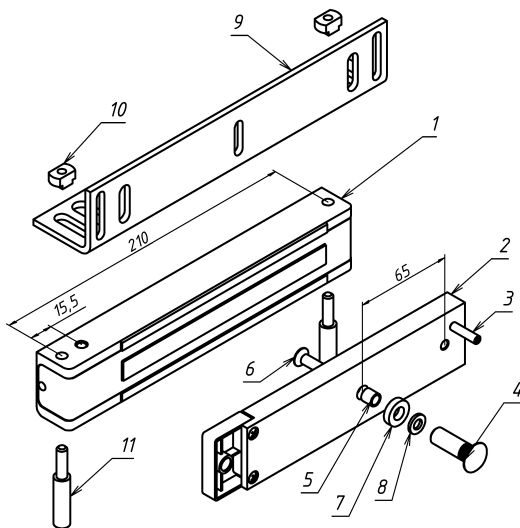

Рисунок 1
3.1 Комплект поставки (рисунок 1):
- корпус (1) - 1 шт.
- якорь (2) - 1 шт.
- комплект крепления якоря: штифт (3), втулка (4), втулка проходная (5), винт М6х35 (6), кольцо уплотнительное (7), шайба (8).
- L-уголок AL-300PR (9) - 1 шт.
- втулка (10) - 2шт.
- винт (11) - 2 шт.
4.5 Винт крепления якоря (поз.6 рис.1) необходимо затянуть с усилием, достаточным для исключения его отворачивания в процессе эксплуатации. Рекомендуется ставить винт на стопорящий герметик типа «Анатерм» или на нитрокраску НЦ.